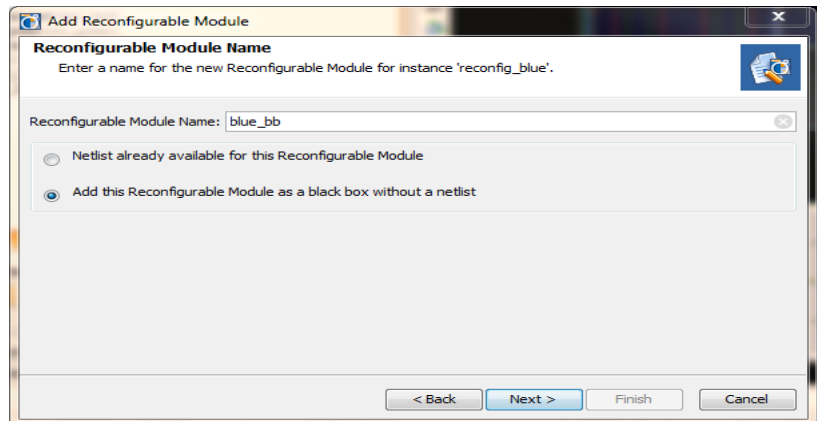

図 4-10：リコンフィギャラブル モジュールとしてのブラック ボックスの追加
1. [Add Reconfigurable Module] コマンドを使用し、[Add this Reconfigurable Module as a black box without a netlist] をオンにします。このモジュールにはネットリストが関連付けられていません (図 4-10)。